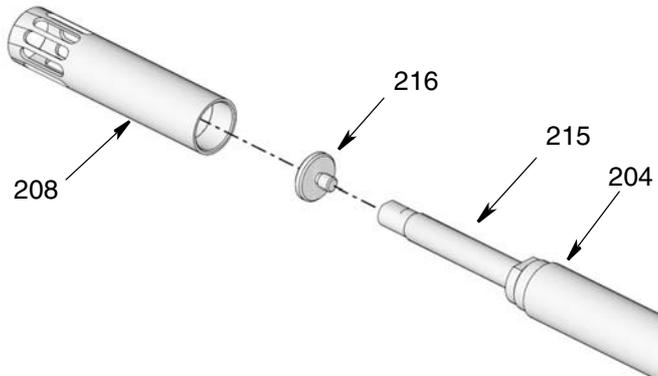

Рис. 27
15. Цилиндр насоса состоит из 3 отдельных секций. Сначала отделите секцию цилиндра лопаток (208) от цилиндра насоса (204) с помощью двух трубных ключей,
поворачивая их в противоположных направлениях для ослабления затяжки цилиндра лопаток. Когда затяжка цилиндра (208) будет достаточно ослаблена, открутите его усилием рук и снимите с других секций (Рис. 27).
Насос НР: Используйте гаечный ключ на лысках штока заливки насоса (215) и патроне для ослабления затяжки и снятия плунжера лопаток (216) (Рис. 27).